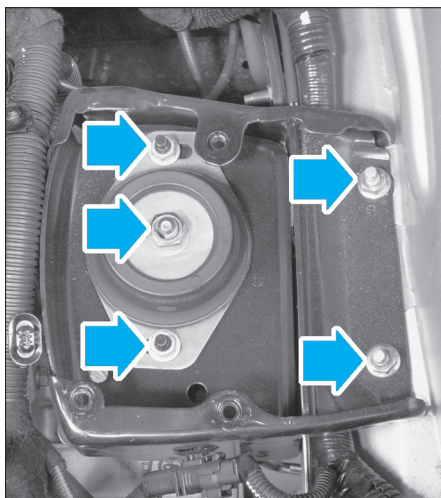

FIG. 5
- Déposer l'ensemble du support de boîte (Fig.5).